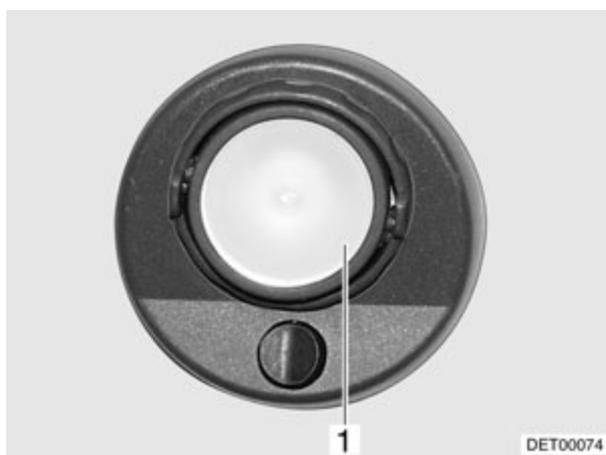

Fig. 201 Lampe halogène de la cabine de conduite (modèle I)
- Soulever prudemment le couvercle en verre (Fig. 201,1) avec un outil approprié (p. ex. tournevis) et le retirer.